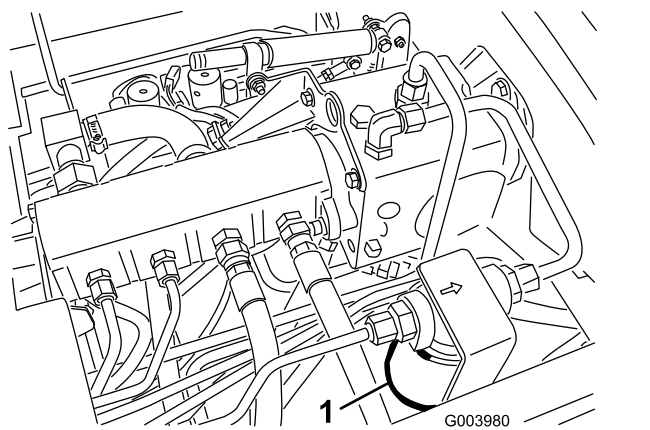
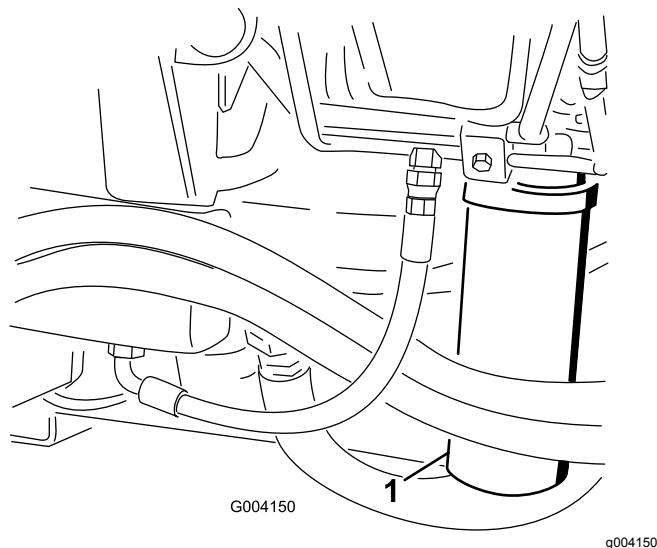

Figura 69
Figura 70
2. Limpe a área à volta da área de montagem do filtro e coloque um recipiente de drenagem por baixo do filtro (Figura 69) e (Figura 70).